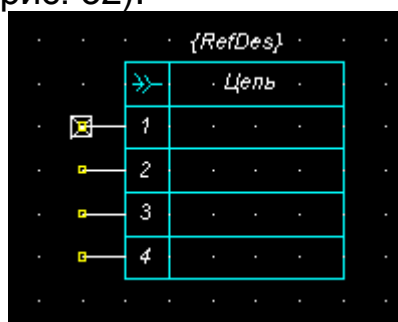

Рис. 32 Символ разъема
10.14Создайте символ с шестью контактами и выводами справа от разъема (рис. 32).